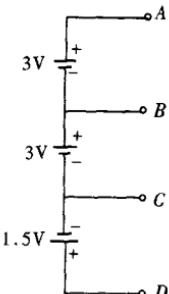

图 1-2 电位与电位差
1) 电位：对于选定的电路，我们认为电路中某一点的电位是指电场力将单位正电荷从该点移到参考点 (零电位) 所做的功。在图 1-2 中，若取  $B$  点作为参考点，那么  $A$  点电位就是电场力将单位正电荷从  $A$  点经过负载  $R$  移到  $B$  点所做的功。